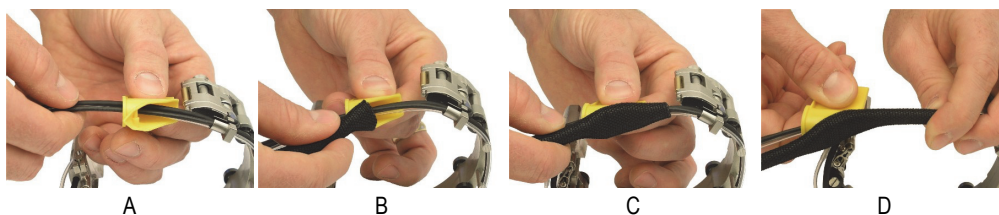

Рис. 2-2 Установка защитного кожуха
2. С помощью специального инструмента (желтого цвета), наденьте защитный кожух поверх кабелей и трубки (см. Рис. 2-2 на стр. 25):